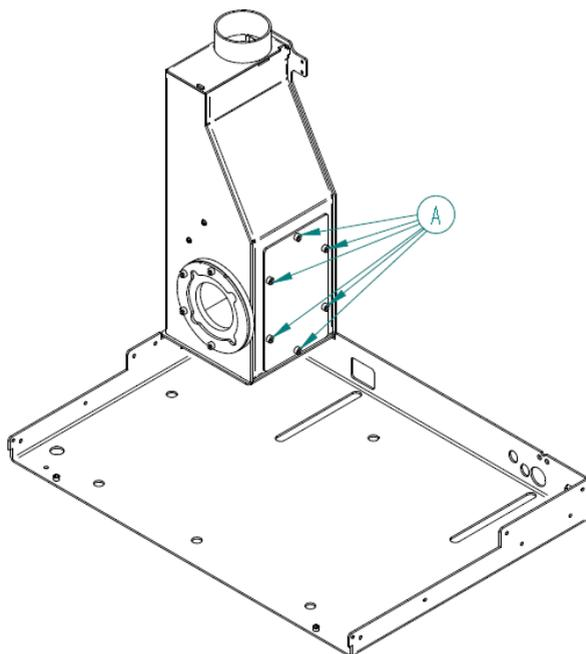

Figure 50 – Boîte à fumées.
- Dans la partie fixe, à l'arrière gauche se trouve le raccordement de l'extracteur de fumées dans la base de la cheminée (Figure 50). La liaison se fait avec un joint d'étanchéité en silicone rouge ; vérifier si ce joint est en parfait état. Il ne doit pas avoir de fissure ni de coupure et doit conserver sa souplesse. S'il n'est pas en parfait état, il doit être remplacé (ref CO0510000750000 – Joint silicone rouge Ø 75x145mm).
- La boîte à fumée comporte sur le côté droit un couvercle fixé par six vis M6x12 DIN912 (Figure 50), il est nécessaire de démonter ce couvercle pour accéder à l'intérieur pour le nettoyage. Utiliser une clé Allen de 5.